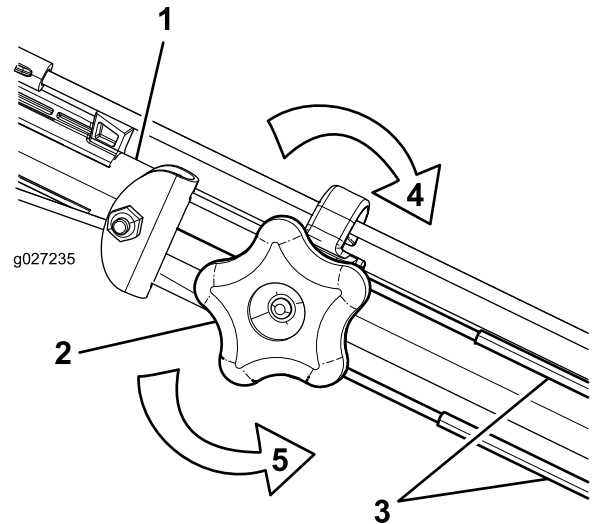

Figura 36
- Gire el pomo de ajuste en sentido antihorario para aflojar el cable (Figura 36).
- Ajuste la tensión de los cables (Figura 36) tirando de ellos hacia atrás o empujándolos hacia adelante, y sujételos en esa posición.